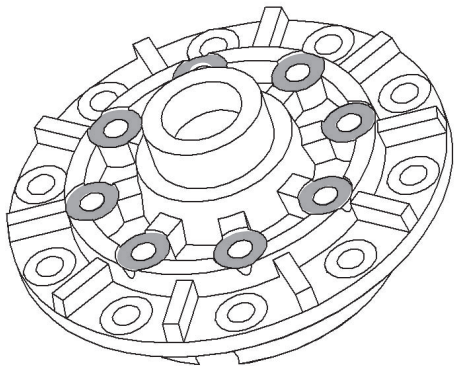

Рис. 2
1. Открутите восемь внутренних болтов (на **Рис. 2** выделены серым), скрепляющих две половинки, и разъедините корпус.